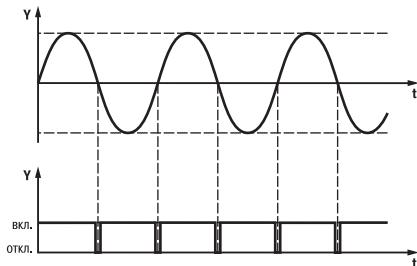

Рисунок 3
3.1.1.1 Устройство контроля перехода через ноль формирует импульс в начале каждого полупериода соответствующей фазы (рисунок 3). Эти импульсы синхронизируют работу устройства обработки сигналов.